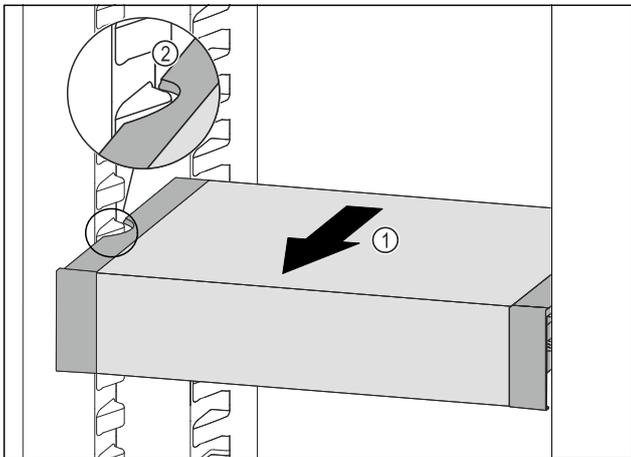

Fig. 116
- Tirer le VarioSafe vers l'avant Fig. 116 (1) jusqu'à ce que les encoches latérales du VarioSafe se trouvent au niveau de la nervure du bac dans la partie réfrigérateur. Fig. 116 (2)